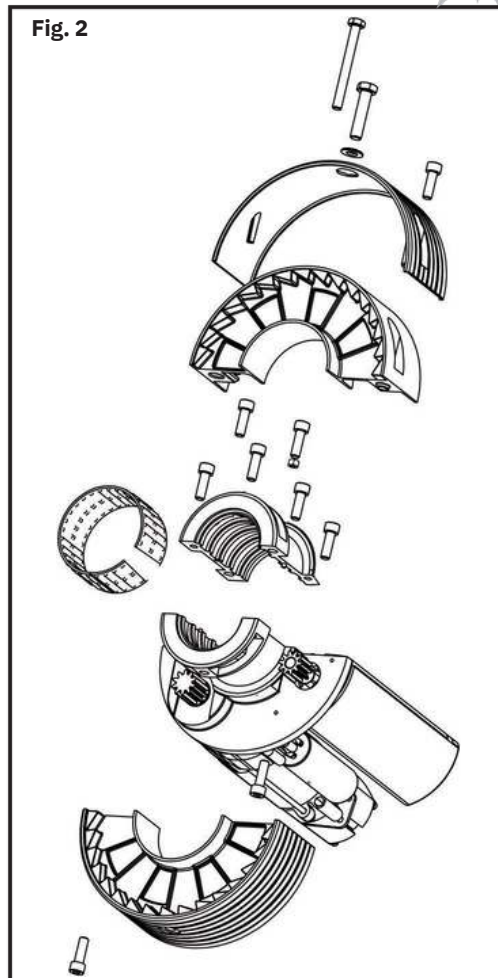

Fig. 3
- H) Verificare che il motore risulti posizionato sul lato destro vista interna serranda e evitare la vite TE M10 (vite testa esagonale senza dado, posizionata nella parte anteriore del collare di chiusura chassis) facendola penetrare nel foro M10 praticato precedentemente sul tubo della serranda (FIG. 3).
- H) Verify that the electric motor is placed on the right side rolling shutter and screw the TE M10 (hexagonal screw without nut, placed on the foreground part of the second part of the chassis) screwing it inside the hole M10, effected before on the tube of rolling shutter (FIG. 3).
- H) Vérifier que le moteur électrique est positionné à droite et serrer la vis TE M10 (vis tête hexagonale sans écrou, positionné dans la partie antérieure de la deuxième partie du chassis) serrant la dans le trou M10 effectué précédemment sur le tube du rideau métallique (FIG. 3).
- H) Comprobar que el motor eléctrico está colocado a la derecha vista interna de l'enrollable y atornillar el tornillo TE M10 (tornillo hexagonal sin tuerca, colocado en la parte adelantera del segundo chasis) atornillando totalmente en el taladro M10 efectuado anteriormente en el eje de l'enrollable (FIG. 3).